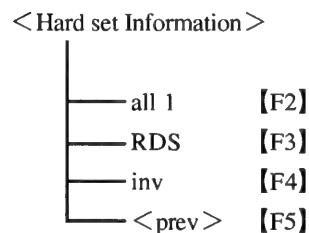

図2-61 <Hard set Information>画面のキーフローチャート
2.4.2項の<Radio Data System SYS>で、[<hard>]キーを押すことで、<Hard set Information>画面になります。この画面のキーフローチャートを図2-61に示します。